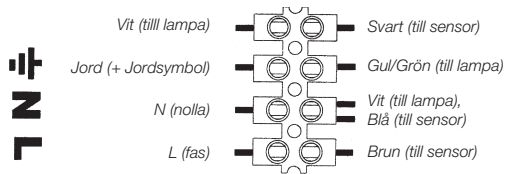

Fig. 2B
- Tag bort locket till kopplingsboxen, tag bort kabelgenomföringen och dragavlastningen, dra in anslutningskabeln (3G 0,75) genom kabelgenomföring och gummitätning. Anslut nätkabelns tre ledare till kopplingsplint, fas, nolla, skyddsjord (Fig. 2B). Se märkningen i kopplingsboxen.